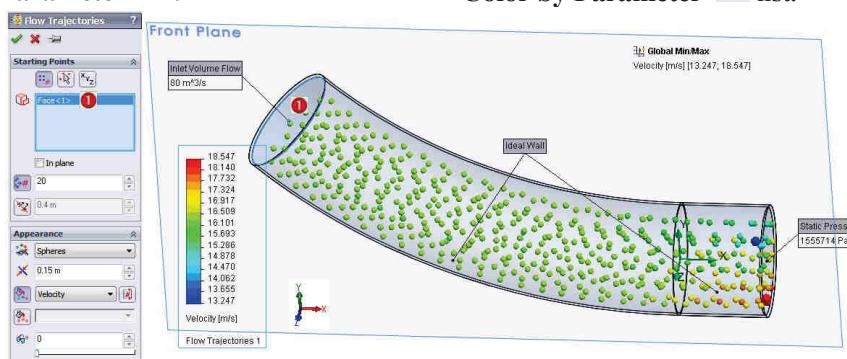

Fig. 13.13
- Click dreapta pe icoana **Flow Trajectories** și selecție opțiune **Insert**. Va apărea fereastra **Flow Trajectories**, fig. 13.13.
- Pentru câmpul **Section Plane or Planar Face** se va selecta față ①.
- Right-click the **Flow Trajectories** icon and select **Insert**. The **Flow Trajectories** dialog box appears, fig. 13.13.
- In **Section Plane or Planar Face** select face ①.